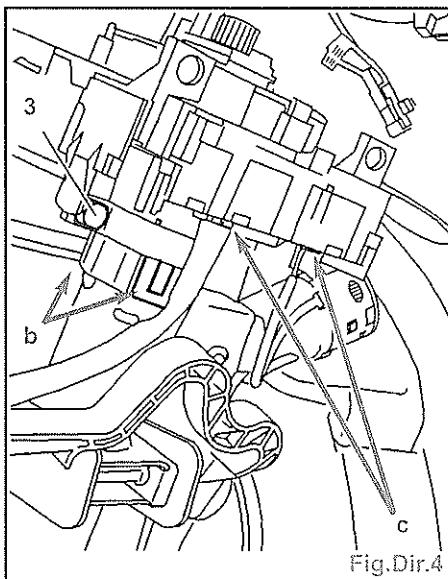

Fig.Dir.4
- les vis (2),
- l'habillage de la colonne de direction (1),
- Desserrer la vis (3) (Fig.Dir.4).